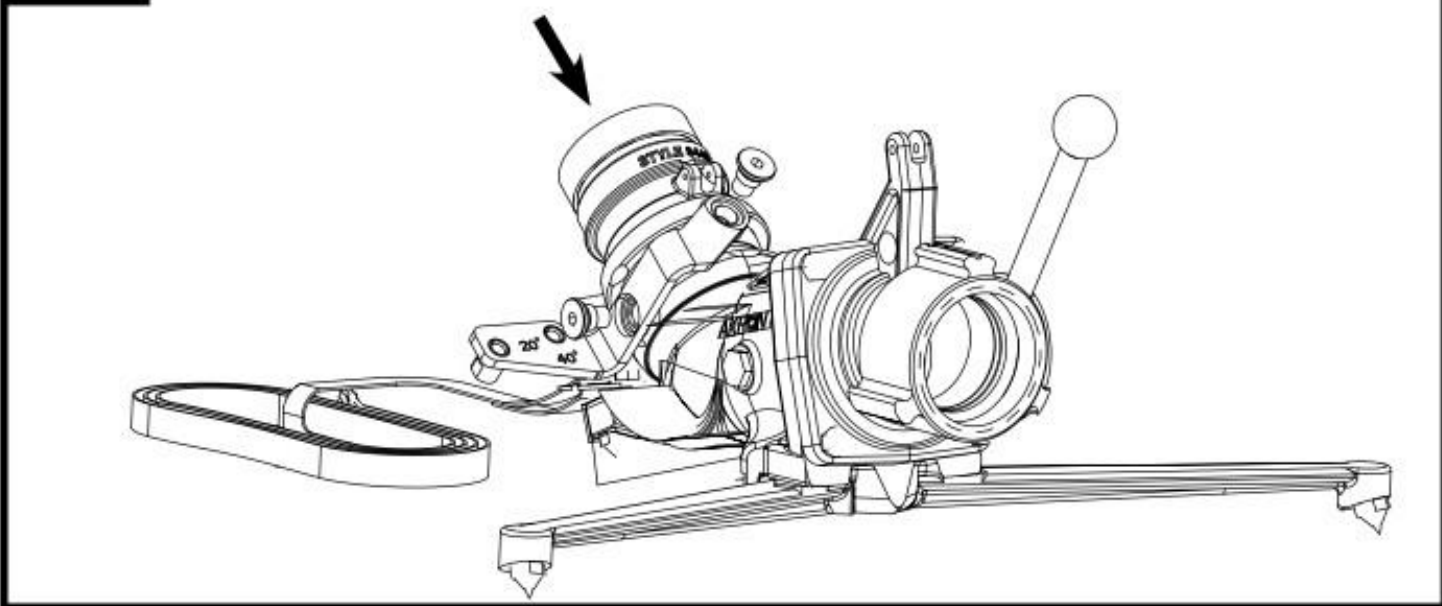

FIGURE: 4
7. Réinstallez le tourillon de la poignée à l'aide d'un marteau et du tourillon de 1/8". L'installation du support fini est illustrée dans la figure 4.